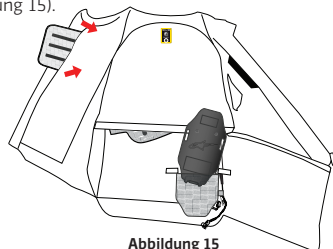

Abbildung 15
5. Um den vorderen Teil des Airbags, der den Brustbereich abdeckt, zu entfernen, öffnen Sie den Clip und lösen Sie die Klettverschlüsse, die sich auf der Vorder- und Rückseite des Airbags befinden. Schließlich entfernen Sie den Airbag durch die Öffnung oberhalb der rechten Ärmels (Abbildung 15).